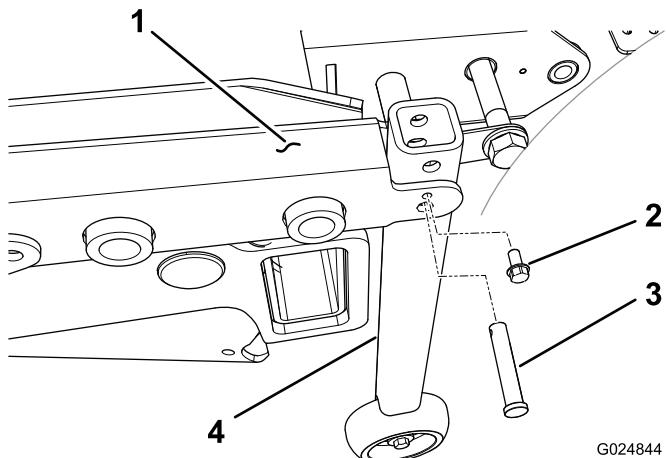

Figura 95
6. Sui trattorini con numero di serie precedente a 312999999, montate il gruppo di supporto del tubo verticale su ciascun angolo posteriore del telaio del piatto con un perno con testa e una vite autofilettante (1/4 poll.) (Figura 95).